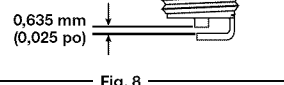

Fig. 8
4. Réglez l'écartement conformément aux indications, à l'aide d'une jauge d'épaisseur (Fig. 8).